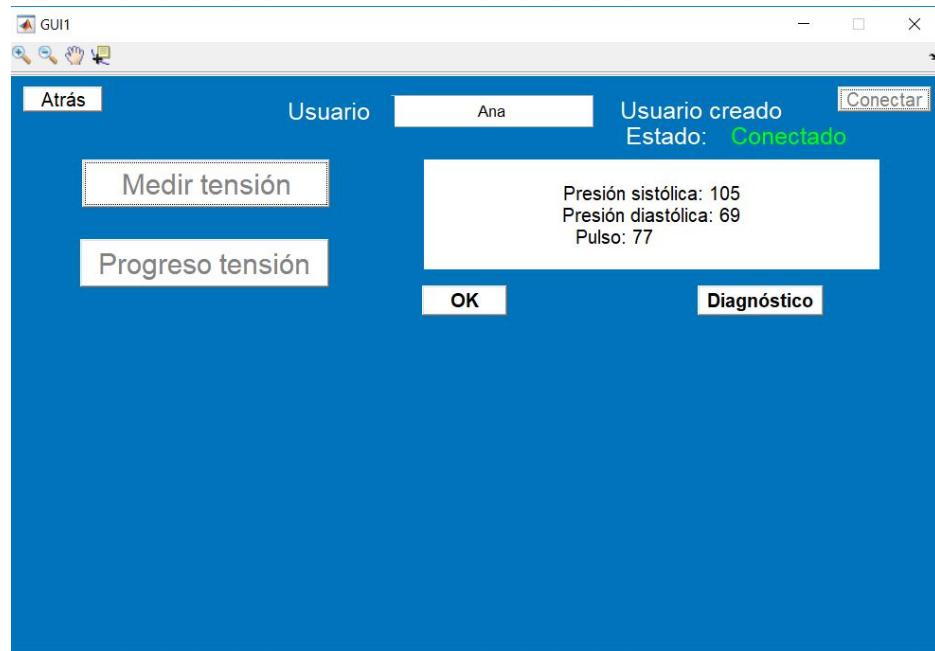

Figura 4.10 GUI Tensiómetro.
4. Una vez realizada la prueba ya se puede hacer el diagnóstico según los datos obtenidos. Para ello, hay que pulsar el botón **Diagnóstico**, como se puede ver en la Figura 4.10. Los datos utilizados para la programación del diagnóstico se verá en el siguiente apartado.